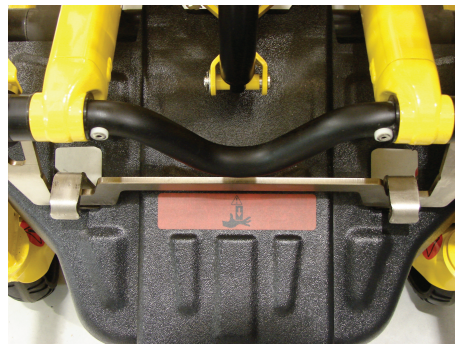

Figure 14 – Civière dans la fixation (côté tête)
3. Veiller à ce que la civière soit bien bloquée dans chaque fixation avant de la lâcher (Figure 14).